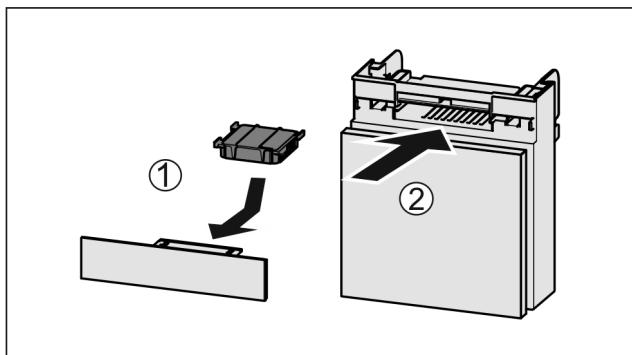

Fig. 127
- Установите фильтр с активированным углем, как показано на рисунке Fig. 127 (1).
- Вставьте отделение Fig. 127 (2).